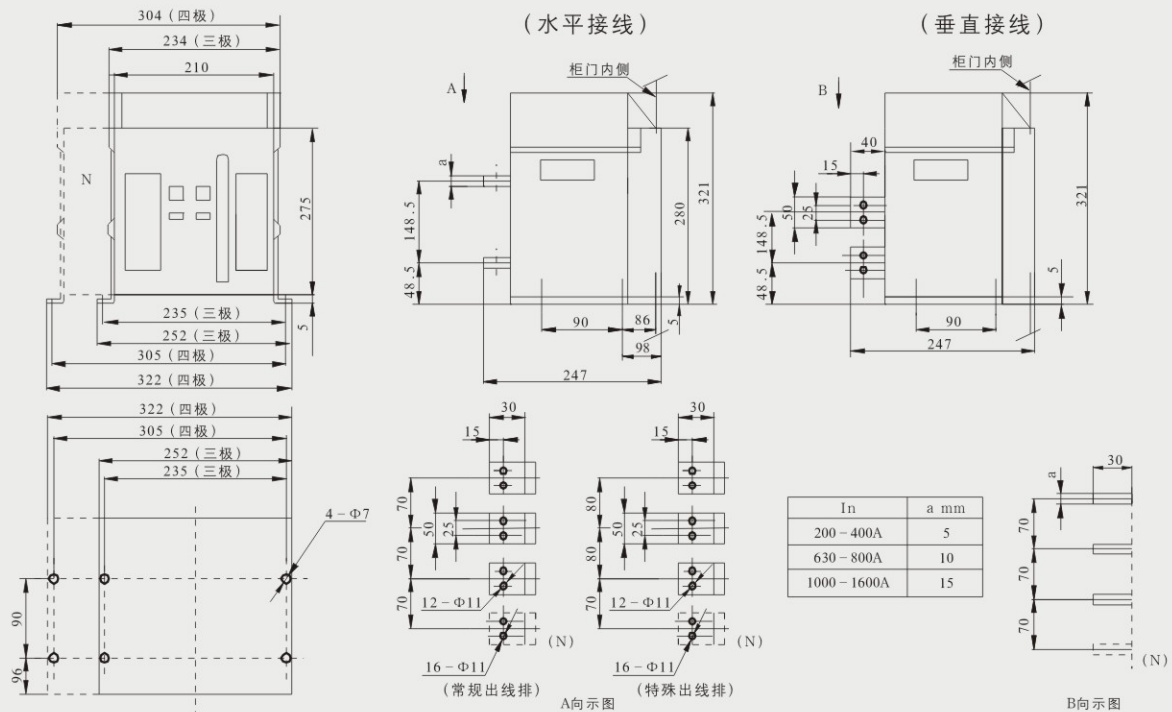

图10 固定式断路器安装尺寸及外形尺寸（HSW1-1600、1600/4）
6.2 HSW1-1600断路器安装尺寸，外形尺寸见图10、11